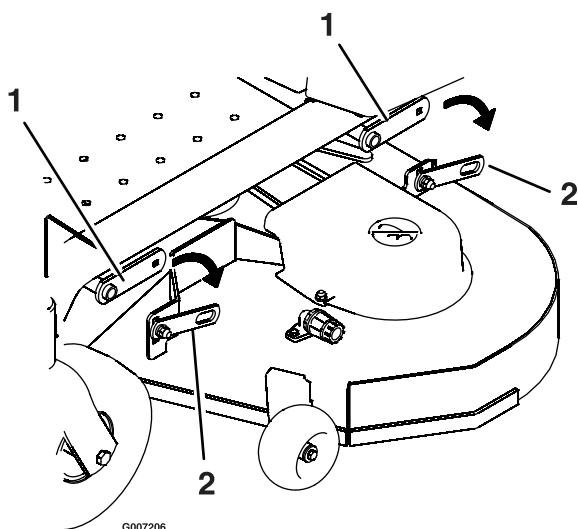

Figure 48
- Enlevez l'écrou, le boulon et la bague de pivot de la bielle du tablier (Figure 48). Abaissez doucement l'avant du plateau de coupe au sol (∅).
- Utilisez les fixations existantes pour fixer la bielle arrière du tablier au bras de relevage (Figure 48).